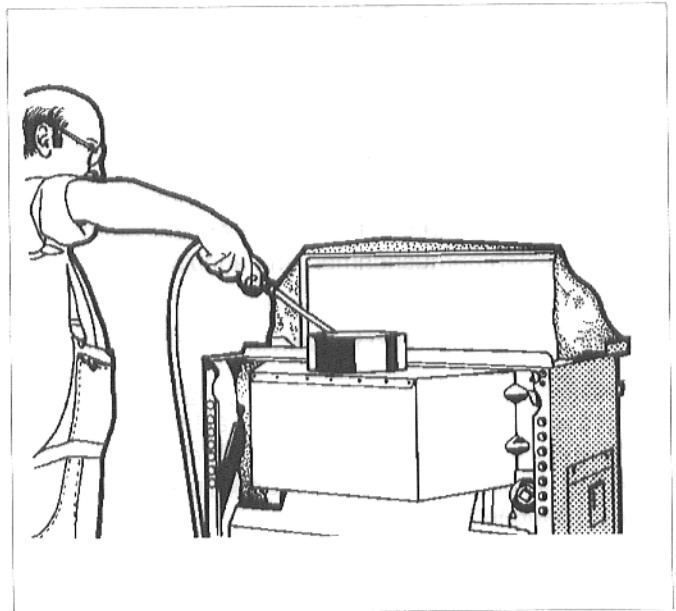

Abb. 34: Sprühreinigung
- Heizgaszüge von oben gleichmäßig mit dem Reinigungsmittel einsprühen (Abb. 34).